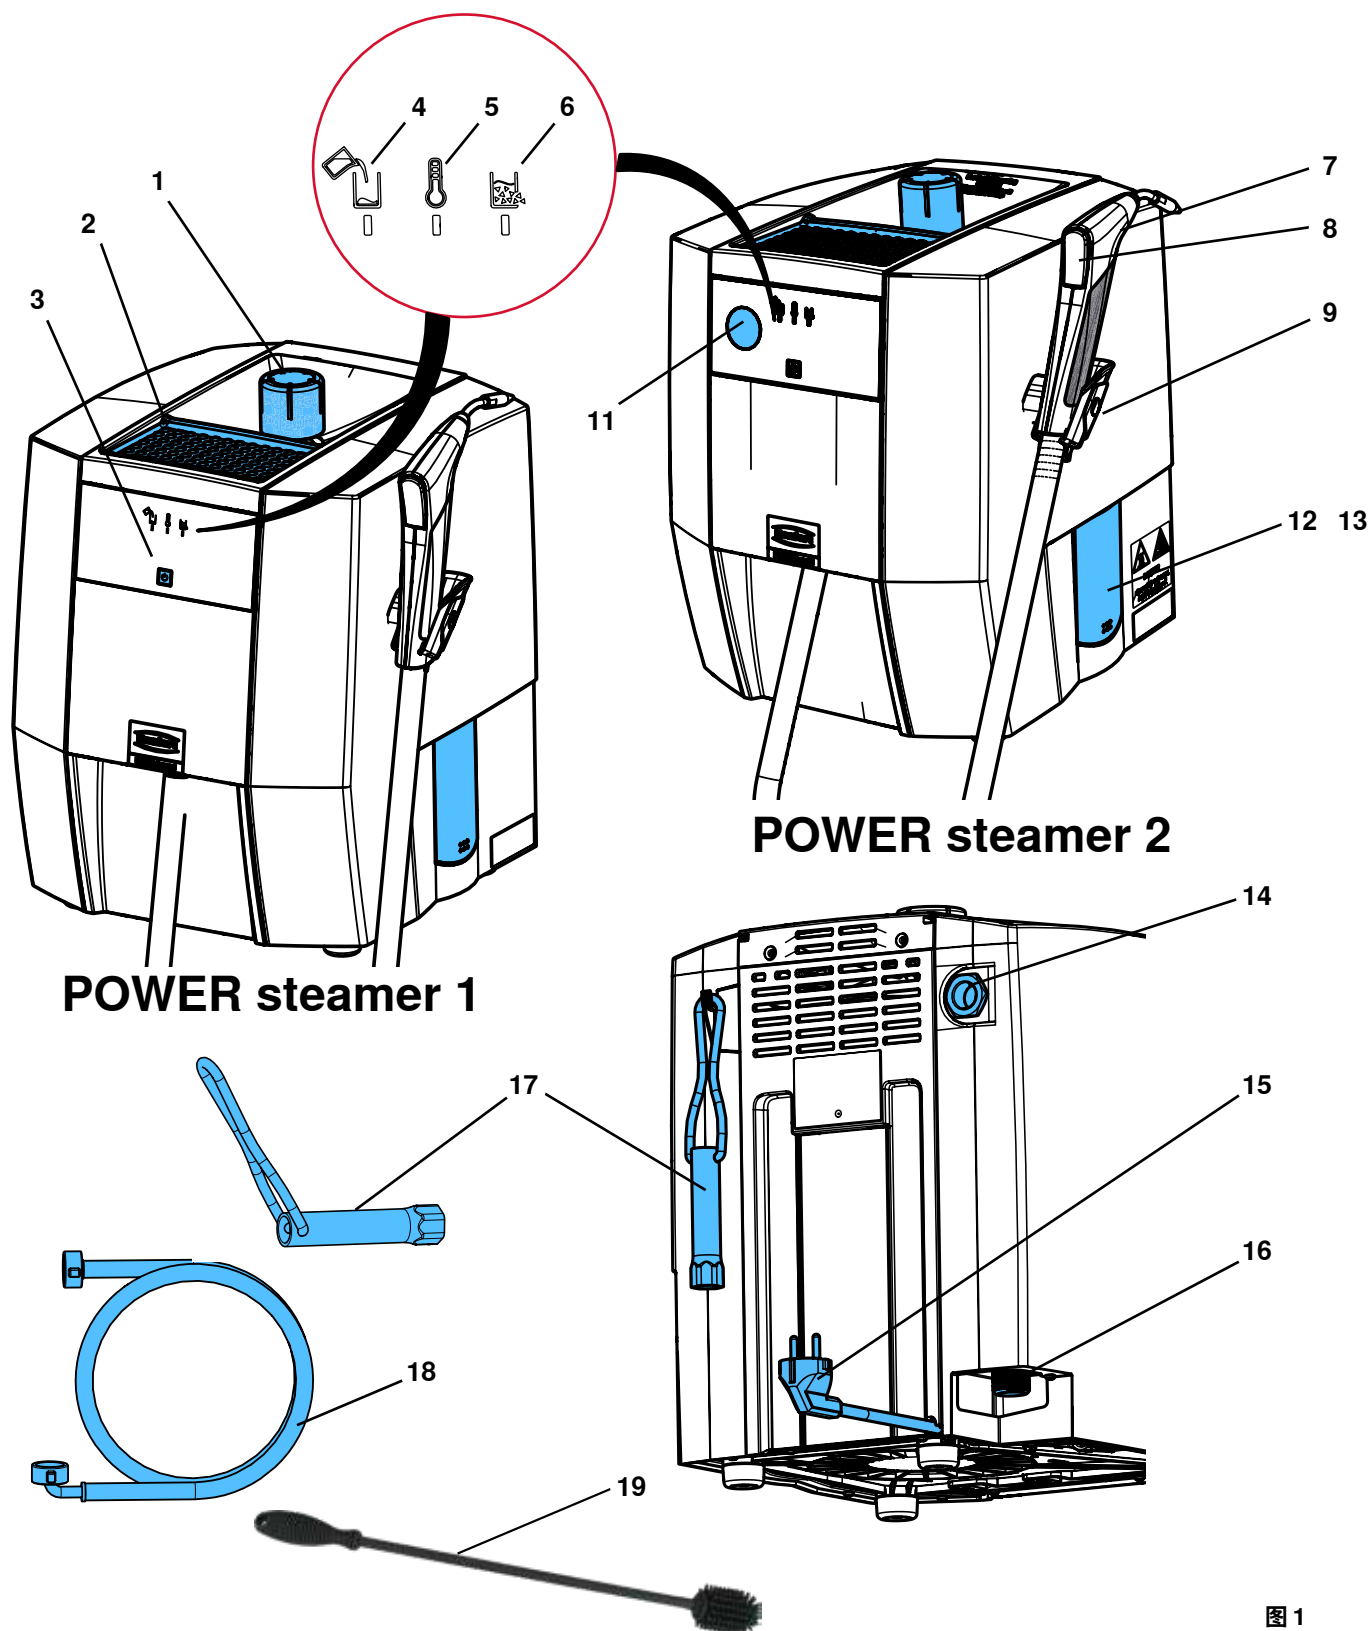

图 1
- ▶ 放置好机器，让蒸汽可以没有风险地从超压阀的出口排出。（14，图1）。
石膏模型或包埋材模型可以放在模型托盘上晾干（图 1，2）。
⇒ 拧入罐盖（图1，1）。
放置好机器，让蒸汽可以没有风险地从超压阀（图1，14）的出口排出。例如，不要将机器放在电源插座前面；
不能关闭或堵塞超压阀的出口（图1，14）。
有加压蒸汽造成的危险！在打开维修盖之前，请确保压力罐没再加压。为此，请打开罐盖（图1，1）并卸下。
⇒ 放置好机器，使水可以从维修口（图1，12/13）流入水槽。